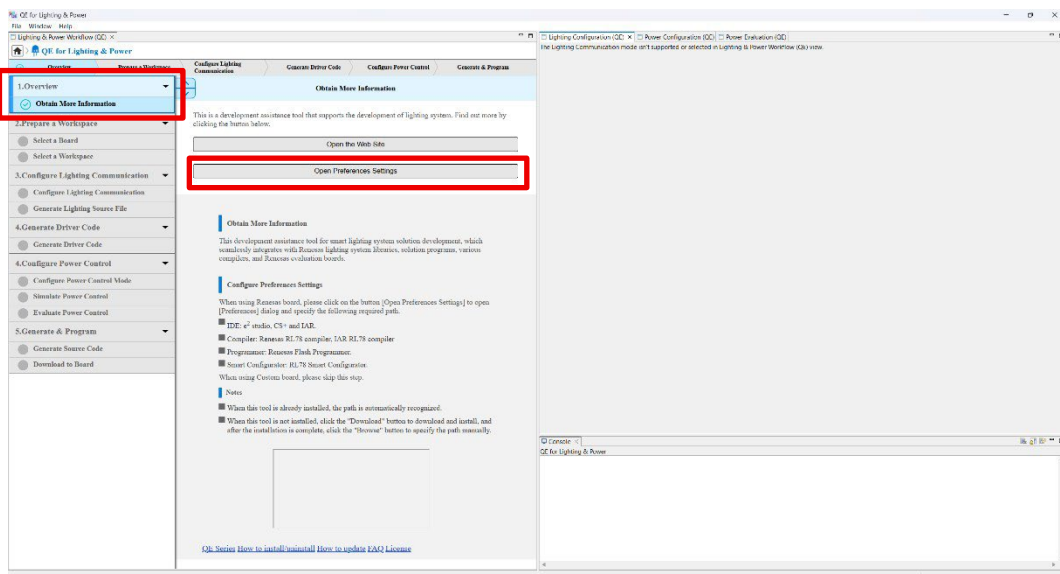

図 3.1 QE for Lightning & Power
- (1) QE for Lighting & Power のウィンドウにて「環境設定を開く」をクリックしてください(図 3.1)。